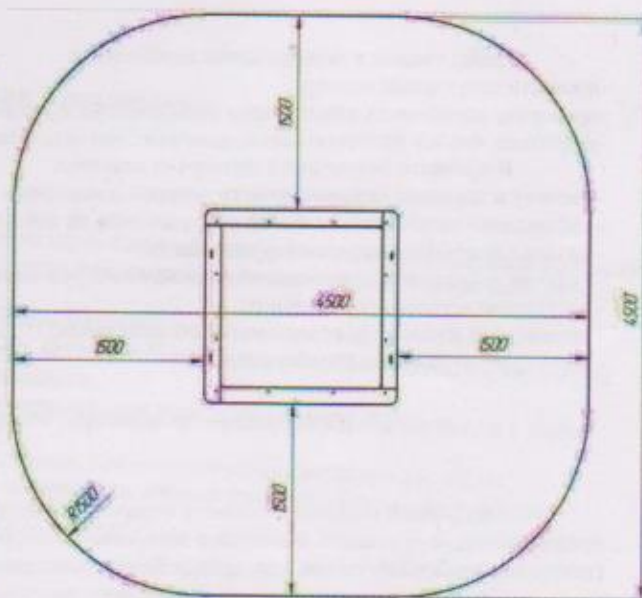

Рис. 4 Зона безопасности
2. Опорные элементы песочницы бетонируются (схема бетонирования рис.4) в соответствии с требованием к фундаменту по отметке заглубления.